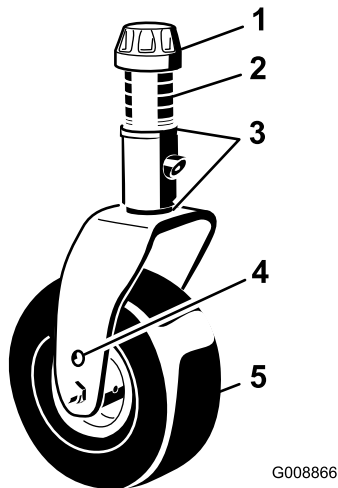
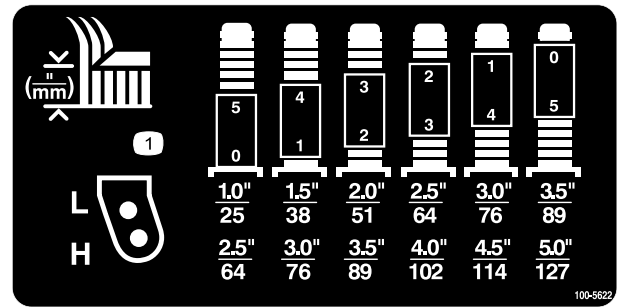

Figure 7
Figure 8
2. Placez les essieux des roues pivotantes dans les mêmes trous sur les deux fourches. Pour choisir les trous corrects pour la hauteur de coupe requise, reportez-vous aux Figure 7 et Figure 8.
3. Enlevez le chapeau de tension de l'axe de pivot (Figure 7) et sortez l'axe du bras pivotant. Remplacez les 2 cales (3 mm) sur l'axe de pivot dans leur position d'origine. Elles sont requises pour que les plateaux de coupe soient parfaitement de niveau sur toute la largeur. Placez le nombre requis d'entretoises de 13 mm sur l'axe de pivot pour obtenir la hauteur de coupe voulue, puis ajoutez la rondelle.
Pour déterminer les combinaisons d'entretoises requises pour les différentes hauteurs de coupe, reportez-vous aux Figure 7 et Figure 8.